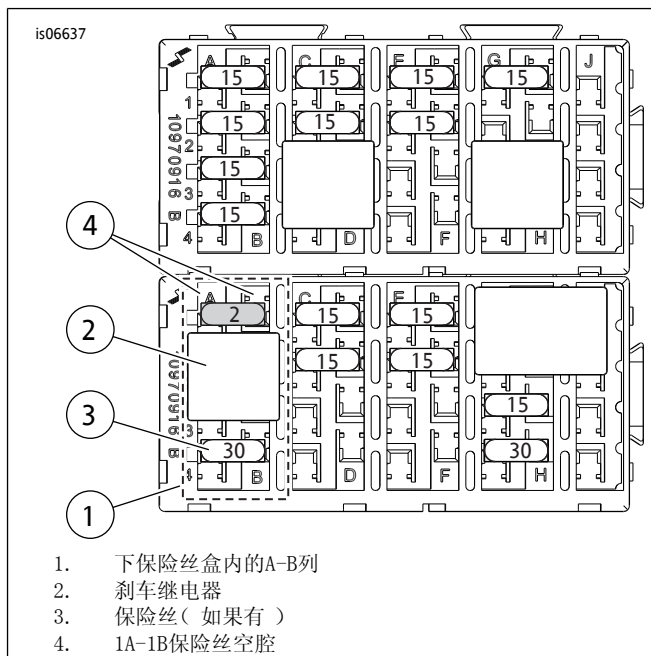

图14。P&A IGN保险丝空腔（2008-2013年款旅行车型）
- 参见图14。找到下部保险丝盒（1）中的保险丝空腔1A-1B（在盒盖上标有“P&A IGN”和“2A MAX”）。拆下当前安装在A-B列中的刹车继电器（2）和保险丝（3，如果有），记下它们的位置。
- 将套件中的2安保险丝（18）安装到保险丝空腔1A-1B（参见图14。，项目4）以闭合电路。